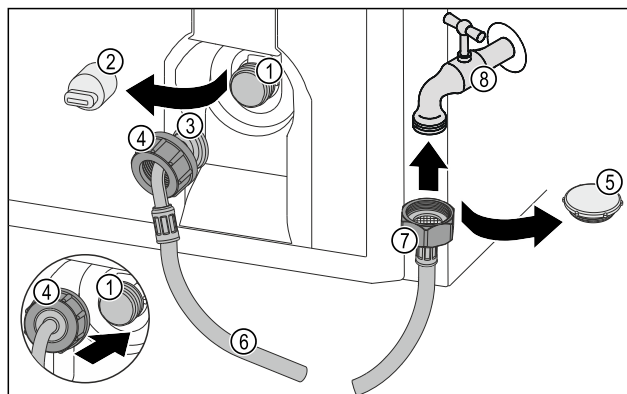

Fig. 73
- Uzavírací víčko Fig. 73 (5) odstraňte.
- Rovný konec hadice Fig. 73 (7) připojte k vodovodnímu kohoutku Fig. 73 (8).
- Utáhněte matici na rovném konci hadice Fig. 73 (7) ve směru hodinových ručiček.